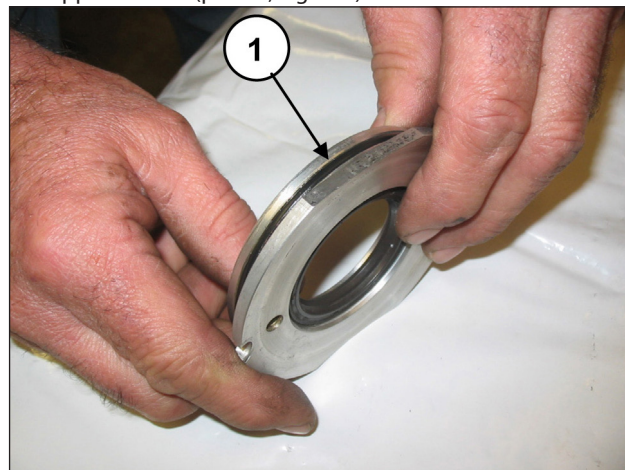
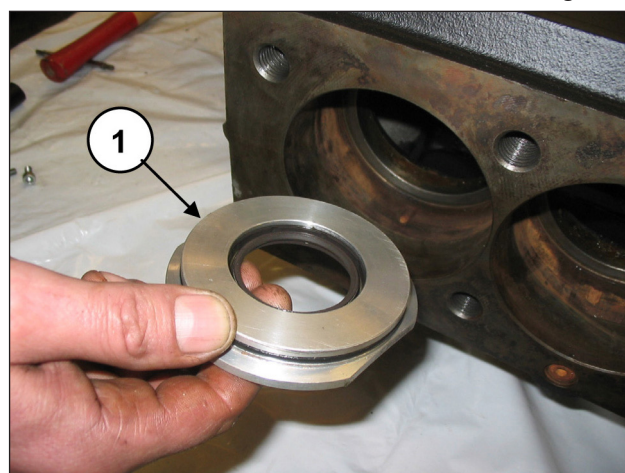

Fig. 130
Fig. 131
Posizionare l'O-ring (pos. ①, Fig. 130) nella sede del coperchio paraolio ed inserire il gruppo montato all'interno del carter nell'apposita sede (pos. ①, Fig. 131).